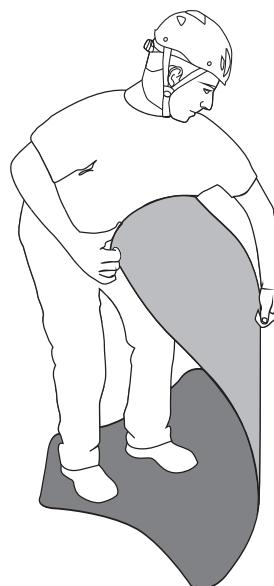

Fig.7
- Togliere il telo “**HALF ROLLY**” dalla sacca di trasporto (O) e rimuovere la fettuccia con cricchetto (N),
- distendere il piano d'appoggio (A) e renderlo piatto riavvolgendo al contrario le estremità e piegando la parte centrale (fig. 7),